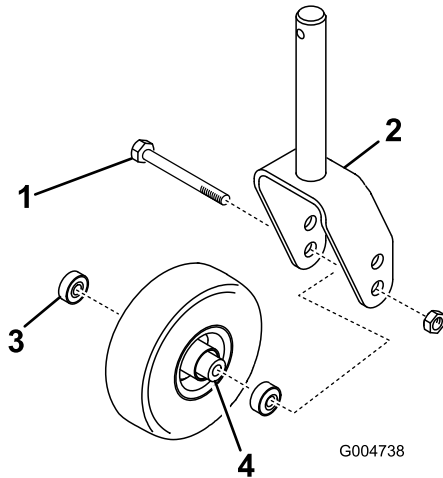

Figura 129
1. Retire a porca de bloqueio do parafuso que fixa o conjunto da roda giratória entre a forquilha da roda giratória ou o braço articulado da roda giratória (Figura 129).
2. Fixe a roda giratória e retire o parafuso da forquilha ou do braço articulado (Figura 129).
3. Retire o rolamento do cubo da roda e deixe cair o espaçador do rolamento para fora (Figura 129).
4. Retire o rolamento do lado oposto ao do cubo da roda (Figura 129).